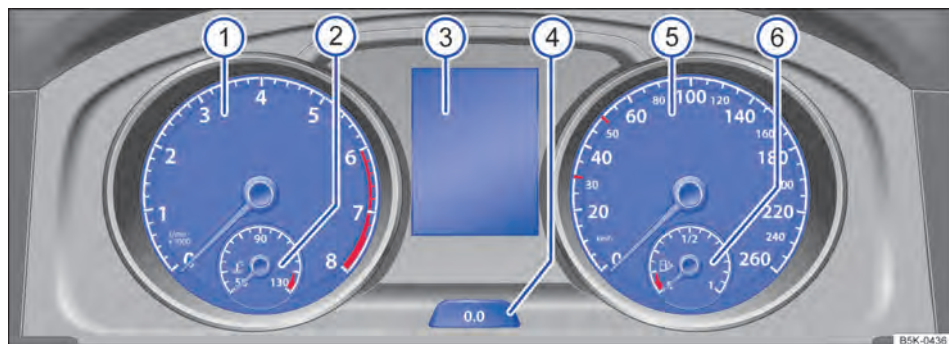

Fig. 14 No painel de instrumentos: instrumento combinado.
Legenda para Fig. 14:
Dependendo da versão do veículo, é possível que sejam exibidas diferentes informações no display do instrumento combinado → Fig. 14 ③: